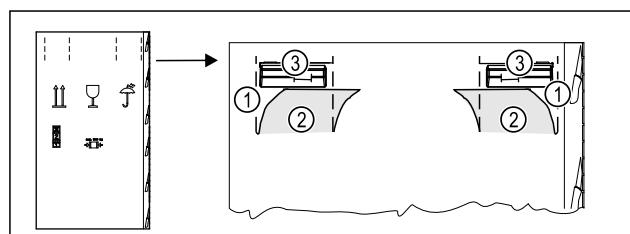

Fig. 5
- Druk het verpakkingskarton aan de bovenkant van de perforatie *Fig. 5 (1)* in.
- Trek de ingedrukte lipjes *Fig. 5 (2)* naar buiten.
- De draagbeugel *Fig. 5 (3)* is rechts en links zichtbaar.
- Houd het apparaat vast aan de draaggrepen *Fig. 5 (3)*.